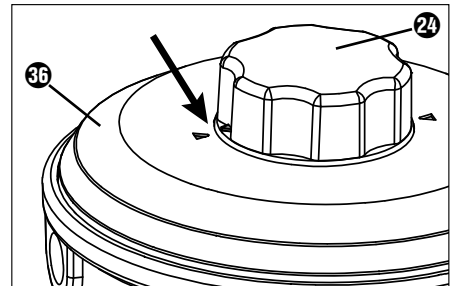

Fig. 1.
- 1) Asegúrese de que las dos flechas de la tapa 36 y del botón giratorio 24 de la bobina de hilo de corte 23 coincidan entre sí (consulte la fig. 1).